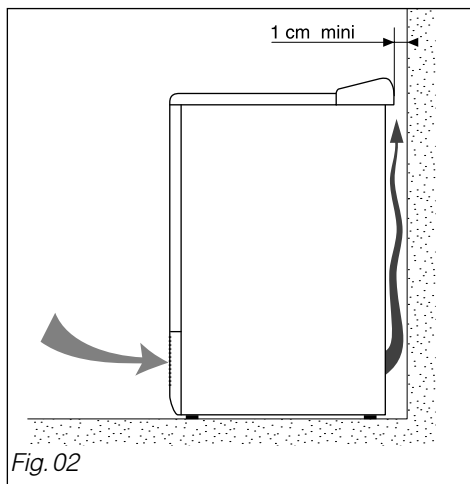

Fig. 02
*Votre sèche-linge dégage de la chaleur si vous le placez à côté d'un autre appareil ou d'un meuble, nous vous conseillons de toujours laisser entre eux un espace pour faciliter la circulation de l'air (Fig. 02).*